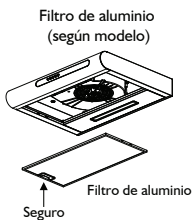

Figura 13
- Para Extraer el filtro de aluminio debe deslizar hacia el centro los seguros situados en la base de la campana, éste descenderá completa y verticalmente. (Figura 13).